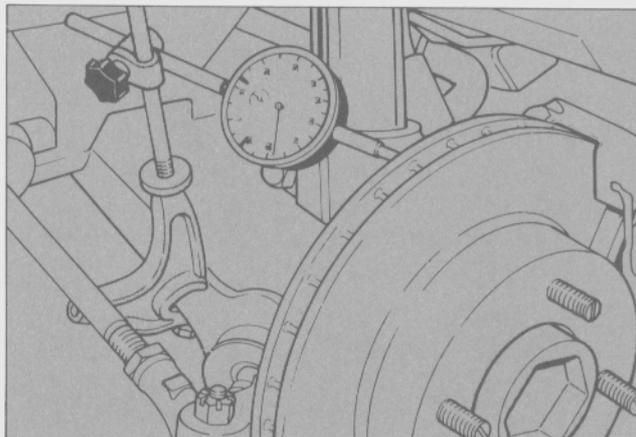

Fig. 18 - Herramienta especial T61A-4201-BAS.
- Con el comparador T61A-4201-BAS comprobar la desviación del disco (Fig. 18). Si el valor de esa desviación es mayor del indicado en la Sección Especificaciones se debe determinar la causa.